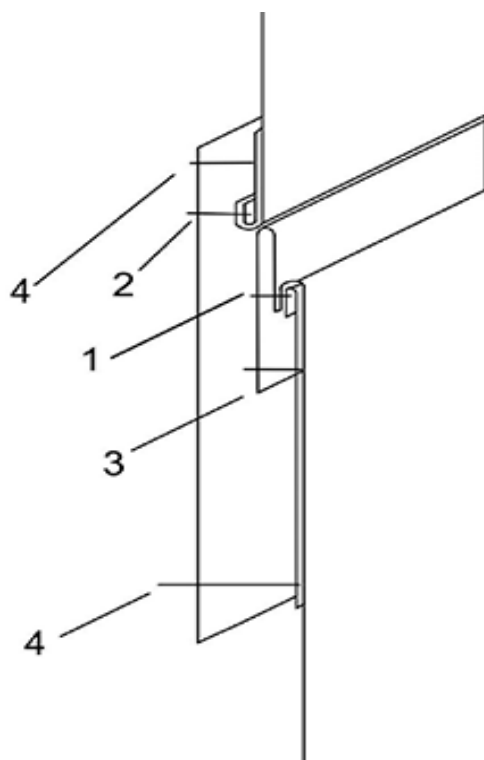

Рис. 2
2.4. Совместить верхние линии листочки намеченные на детали переда и на детали мешковины кармана из основной ткани, притачать мешковину кармана, обращая ее низом от центра переда (рис. 2).
2.7. Настрочить широкую сторону листочки на мешковину из подкладки с изнаночной стороны (рис. 2).